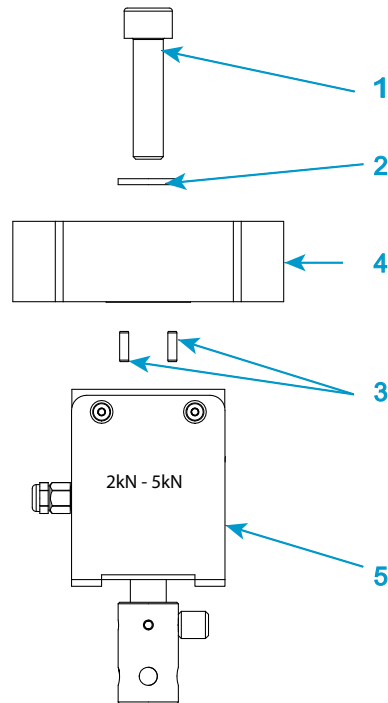

Abbildung 16. Einen Kraftaufnehmer der Serie 2519 installieren - Nennkräfte 1 kN bis 5 kN
Legende für Abbildung 16
1. Siehe Abbildung 16 auf Seite 89 und die entsprechende Legende.